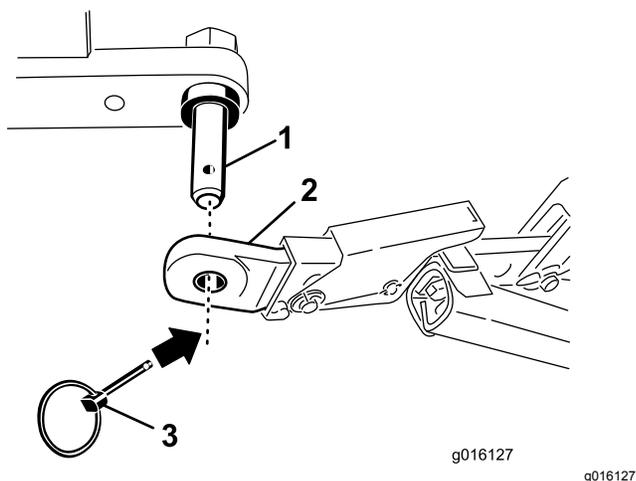

Рисунок 3
4. Прикрепите рычаги нижней тяги к монтажным штифтам азратора с помощью шплинтов с кольцом (Рисунок 3).